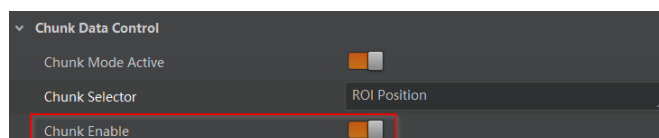

图8-7 启用 Chunk Enable 参数
3. 启用 *Chunk Enable* 参数，即可嵌入相应信息，如图8-7所示。